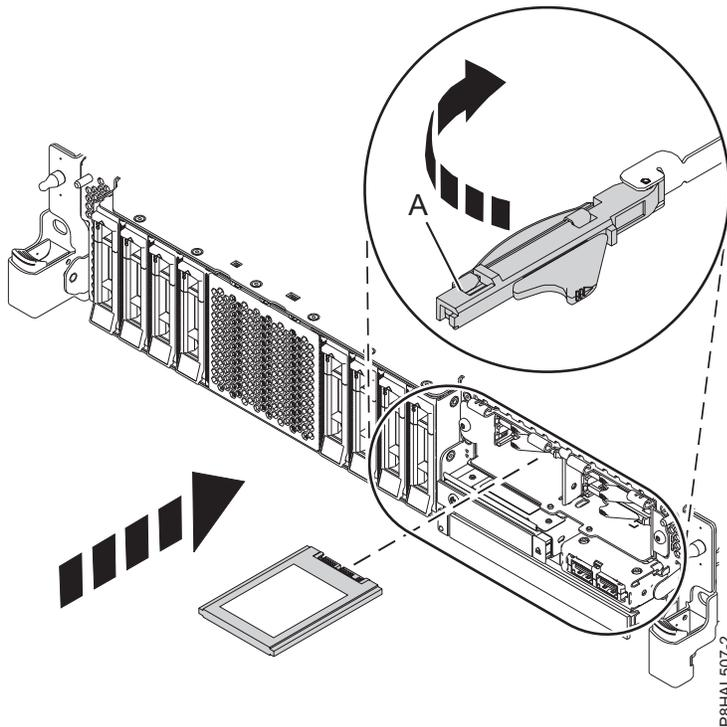

Abbildung 16. Solid-State-Laufwerk in einem System mit erweiterten Funktionen installieren
15. Der Griff des Solid-State-Laufwerks **(A)** muss in der entriegelten Position sein, während Sie ihn nach außen ziehen, um auf die Führungsschienen im Steckplatz des Solid-State-Laufwerks zugreifen zu können. Stützen Sie das Solid-State-Laufwerk unten mit Ihrer Hand, wenn Sie es an den Führungsschienen im Steckplatz des Solid-State-Laufwerks ausrichten. Siehe Abb. 16 auf Seite 21.
19. Verriegeln Sie das Laufwerk, indem Sie den Griff **(A)** in die gezeigte Richtung drehen. Siehe Abb. 16 auf Seite 21.